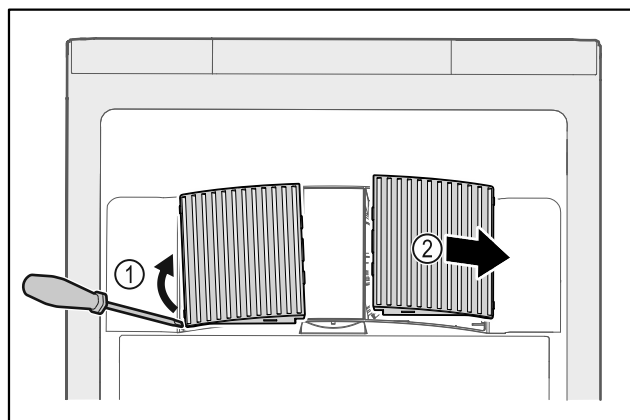

Fig. 105
- ▶ Z boku opatrně vytáhněte ventilátorové kryty Fig. 105 (1) a sejměte je směrem dopředu Fig. 105 (2).